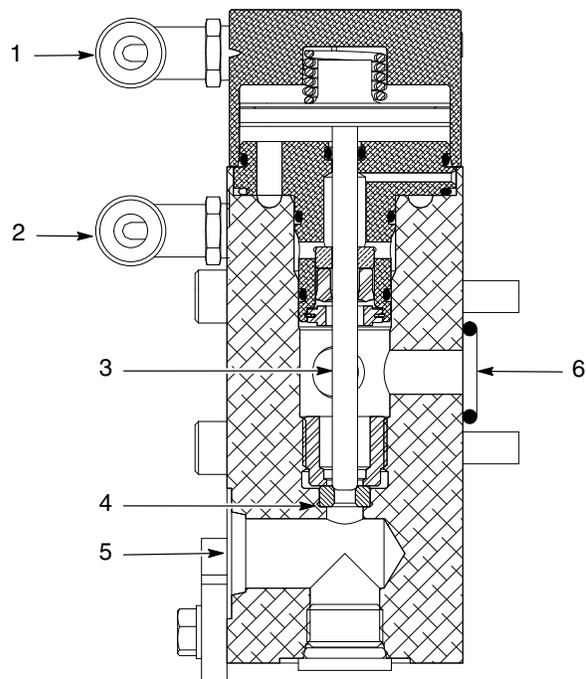

Рис. 2 Впускной клапан серии S в разрезе.
См. рис. 2. При подаче сжатого воздуха на впускной воздушный патрубок открытия клапана (2) поршень совершает ход вверх, выдвигая стержень (3) из седла (4). Материал поступает во впускной патрубок (5) и выходит из сопла (6).